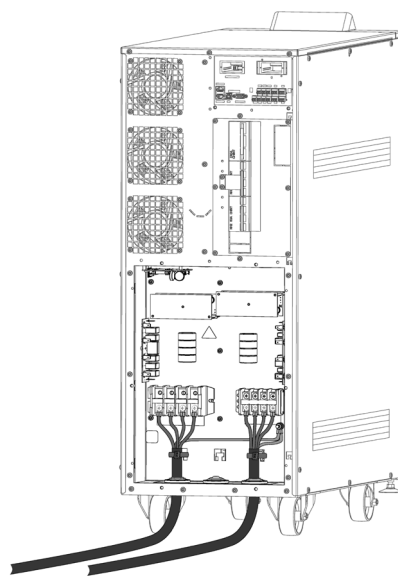
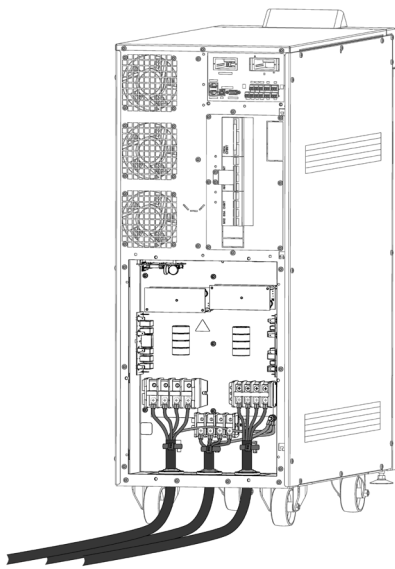
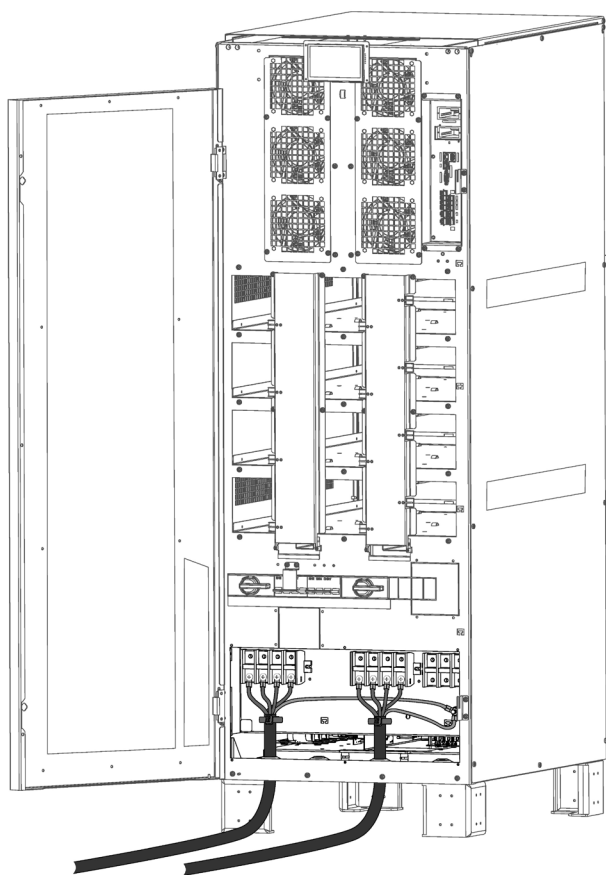
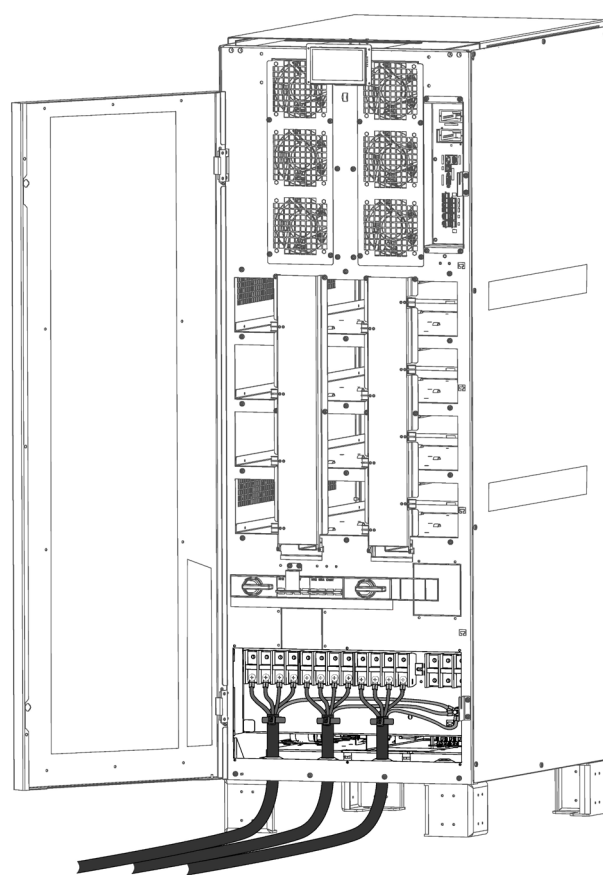

Fig. 41. Détail de la connexion des bornes d'entrée et de sortie de l'équipement
Fig. 42. Détail de la connexion des bornes d'entrée, de Bypass indépendant et de sortie de l'équipement.
Fig. 45. Détail de la connexion des bornes d'entrée et de sortie de l'équipement.
Fig. 46. Détail de la connexion des bornes d'entrée, du Bypass indépendant et de sortie de l'équipement.
5.2.3. Connexion au réseau, terminaux d'entrée (voir Fig. 41 et Fig. 42).
5.2.4. Connexion de la ligne de bypass statique indépendant. Version SLC CUBE4 B (voir Fig. 42 et Fig. 46).
5.2.5. Connexion de la sortie, terminaux de sortie (voir Fig. 41, Fig. 42, Fig. 45 et Fig. 46).